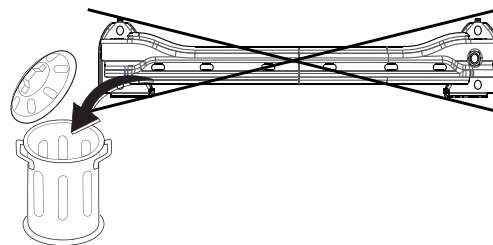

Fig.1a
2. Снять бампер вместе со стальным буферным брусом автомобиля; буферный брус больше не понадобится. Снять обозначенную часть E (и F). См. рисунок 1a и 1b.